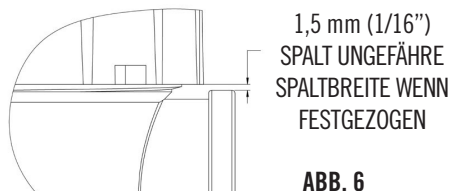

ABB. 6
5. Die Zählerkappe handfest anschrauben. Zur Prüfung der Festigkeit sollte zwischen Kappe und Rippe am Auslassanschluss ein 1,5 mm (1/16 Zoll) breiter Spalt sein. (Siehe Abb. 6).